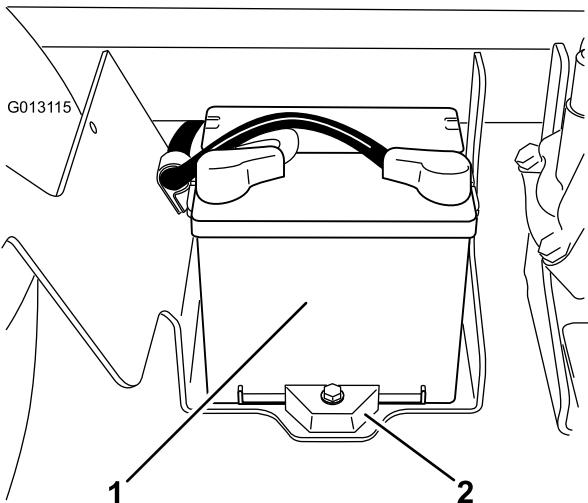

Figura 57
2. A bateria encontra-se no lado direito da máquina por detrás da bomba (Figura 57).
2. Coloque a fixação da bateria, assim como os fechos que retirou anteriormente (Figura 57).
4. Coloque a cobertura da bateria e aperte-a com os 2 manipulos (Figura 57).
1. Desaperte os manípulos na parte lateral da caixa da bateria e retire a cobertura da bateria (Figura 57).